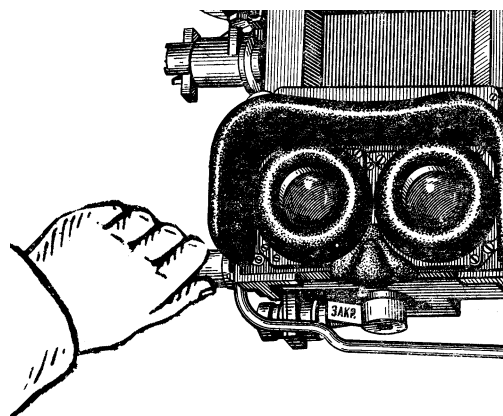

Рис. 78. Приєднання високовольного кабелю до приладу ТВНЕ-1ПА
- вставити штир роз'єму високовольного кабелю в гніздо високовольного вводу і закрутити накладну гайку (рис. 78);